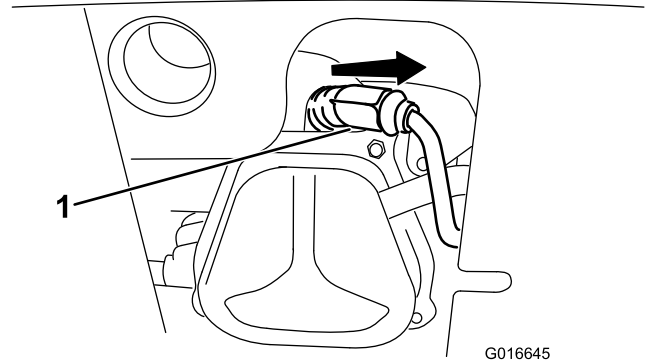

Figura 37
1. Remova o tampão (Figura 37).